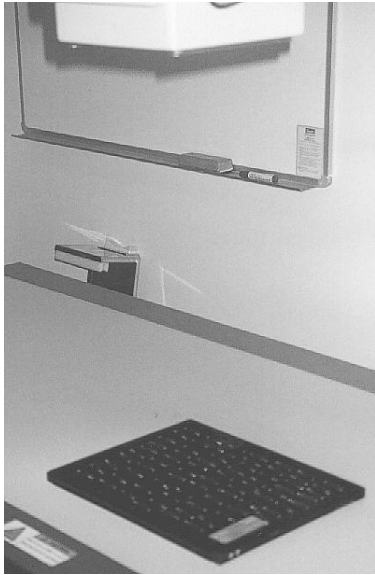

Fig. 2- 3. Prueba de contacto película / pantalla, usando presillas para papel como herramienta de prueba.
- Herramienta de prueba (caja de presillas para papel o lámina de zinc perforada o malla de alambre, lo suficientemente grande como para cubrir una película de 35 x 43 cm., con una abertura cuadrada, aproximadamente de 2 x 2 cm. cuadrados, alrededor de 10 cm. de uno de los bordes). (ver fig. 2- 3 y apéndice A, página 135).